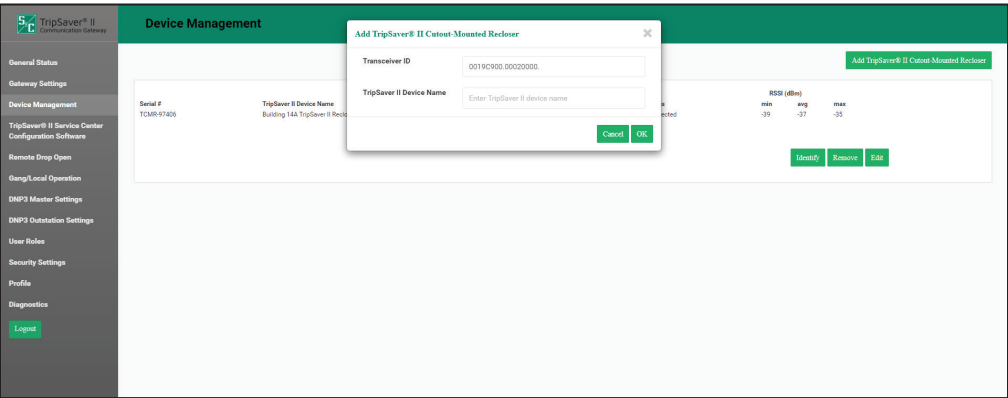

Figura 10. Pantalla de Gestión de Dispositivos.
- PASO 4. Vaya a la pantalla *Gestión de Dispositivos*. Ver Figura 10.